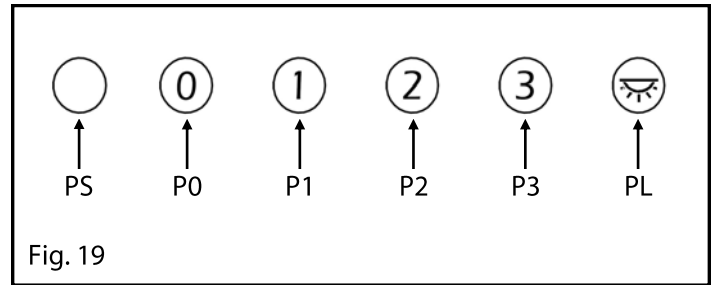

Fig. 19
• **Comando Meccanico** (fig.19)